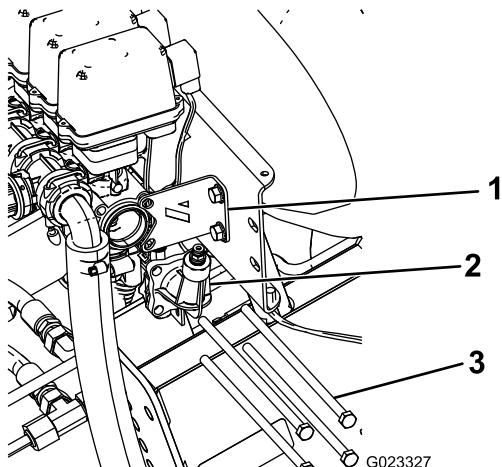

Figura 10
- Retire os 4 parafusos compridos que prendem a porta do indicador de pressão às válvulas da rampa e elimine-os (Figura 10). Guarde as anilhas planas e porcas.
- Retire e guarde os 2 parafusos e porcas que prendem o suporte de estabilização ao conjunto da válvula (Figura 10).